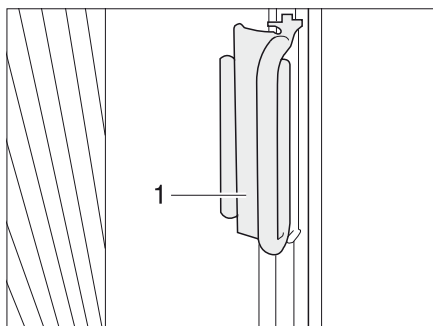

Bild 85 Handtag plisségardin för vindrutan
- Håll i plisségardinernas handtag på båda sidor och dra dem i handtaget (Bild 85,2) försiktigt till mitten av vindrutan tills magnetlåset håller plisségardinen stängd.